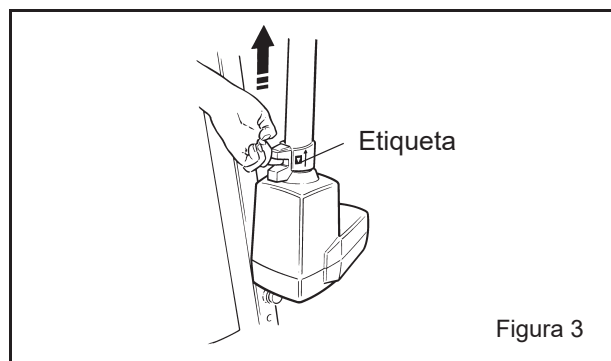

Figura 3
**Botón de bajada de emergencia en caso de fallo del sistema:** Utilícelo en caso de fallo de alimentación. Si la grúa no puede bajarse mediante el mando a distancia ni a través del panel de control y el paciente continua en el sling, utilice este botón de emergencia situado sobre el actuador (véase el elemento 11 de la figura 1 y la figura 3) para bajar el brazo.
La etiqueta lateral del botón de emergencia muestra su funcionamiento (véase la figura 3). Se maneja de la siguiente manera: tire del control deslizante hacia arriba hasta que el propio peso del paciente haga que el mástil descienda lentamente. Suelte el control deslizante para detener la bajada.